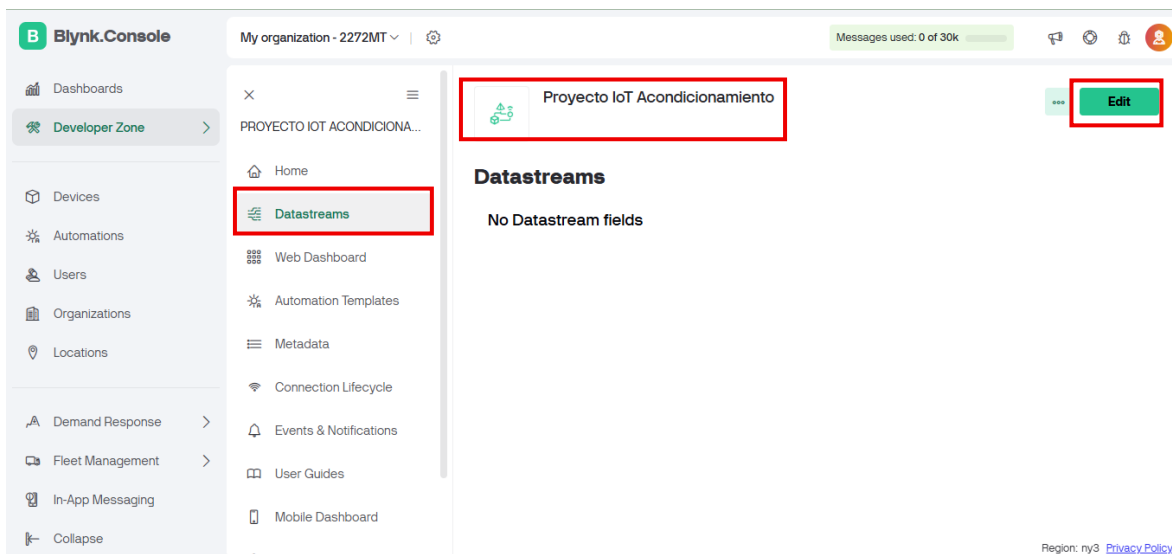

Figura 8.6. Procedimiento para la edición del flujo de datos
3. Una vez creada la plantilla y definido el nombre del proyecto, haga *click* sobre la opción *Datastreams* y luego sobre el botón *Edit*. (ver figura 8.6)